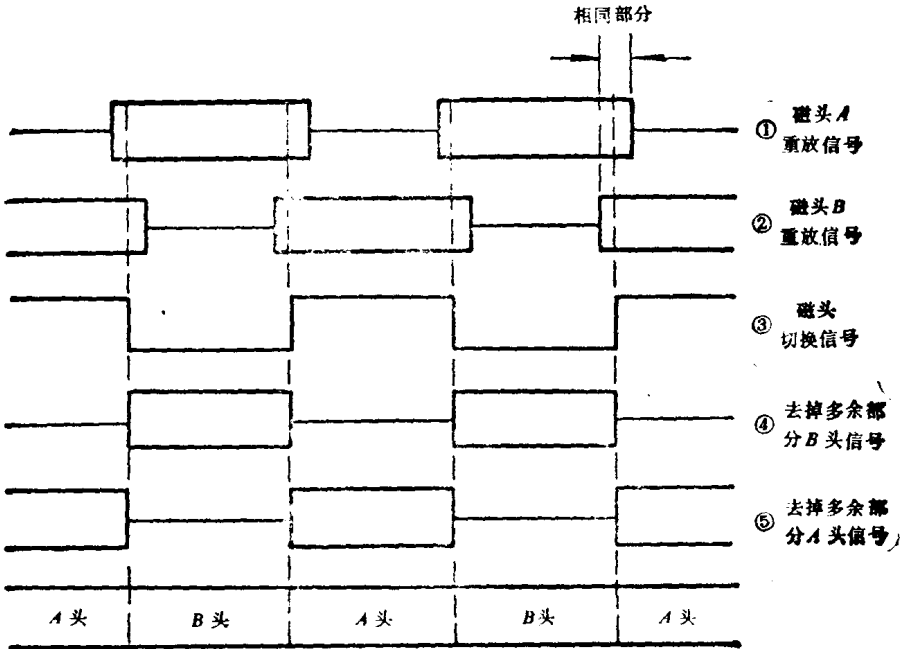

图 2-15 磁头开关切换原理及波形图
磁头开关切换电路的作用是将两个视频磁头轮换拾取到的信号进行连续输出。两个磁头拾取得到的信号分别经前置放大器放大后送入磁头切换开关。因磁带与磁鼓的包角稍大于 180° ，当两个磁头同时与磁带接触时，将各自在相邻两条磁迹的始端和末端记录或重放相同的信号。当两个磁头重放时，信号波形如图2-15的①和②所示，由图可见，其中有重叠部